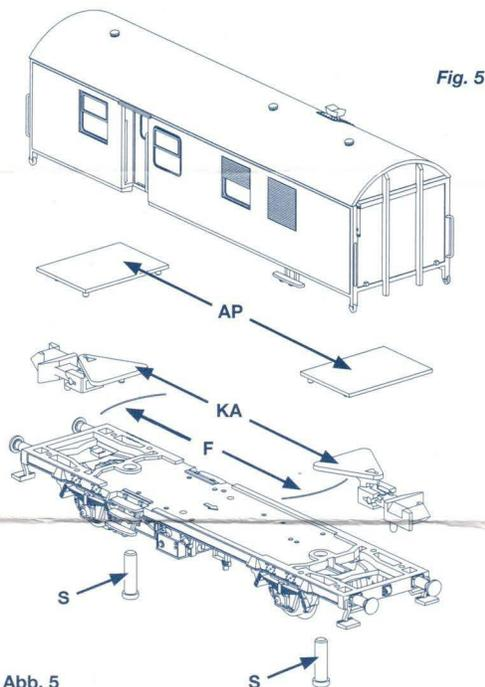

Abb. 5
Zum Wechseln einer Kupplungsmechanik-Feder (Ersatzteil-Nr. L969150) bitte zunächst die beiden Schrauben **S** im Wagenboden vorsichtig lösen (**Abb. 5**) und den Wagenkasten vom Chassis abheben.
*In order to replace a coupler assembly spring **F** (spare part no. L969150) please first carefully loosen both screws **S** on the wagon underframe (**Fig. 5**) and lift the body off the underframe.*